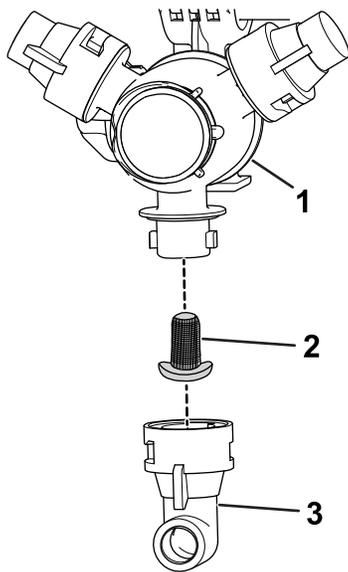

Figura 24
2. Retire la boquilla de la torreta de fumigación (Figura 24).
3. Retire el filtro de la boquilla (Figura 24).
5. Instale el filtro de la boquilla (Figura 24).
6. Instale la boquilla en la torreta de fumigación (Figura 24).